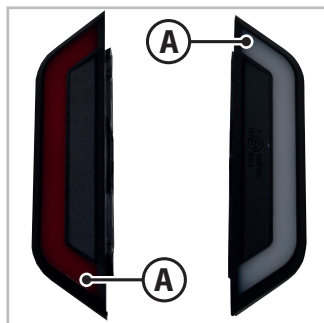

Fig. 7.4 - Luzes laterais de delimitação
2. Desmontar a tampa branco-vermelha (A - Fig.7.4) removendo os parafusos de fixação.
5. Voltar a colocar a tampa branco-vermelha (A - Fig.7.4) utilizando os parafusos de fixação anteriormente removidos.